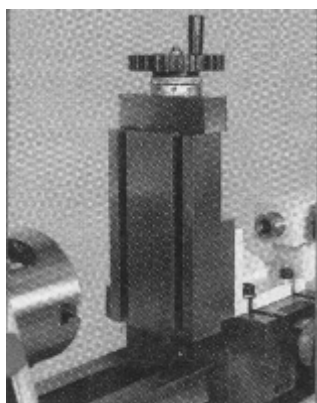

Рисунок 12.
2. Суппорт для вертикального перемещения (рис.12).